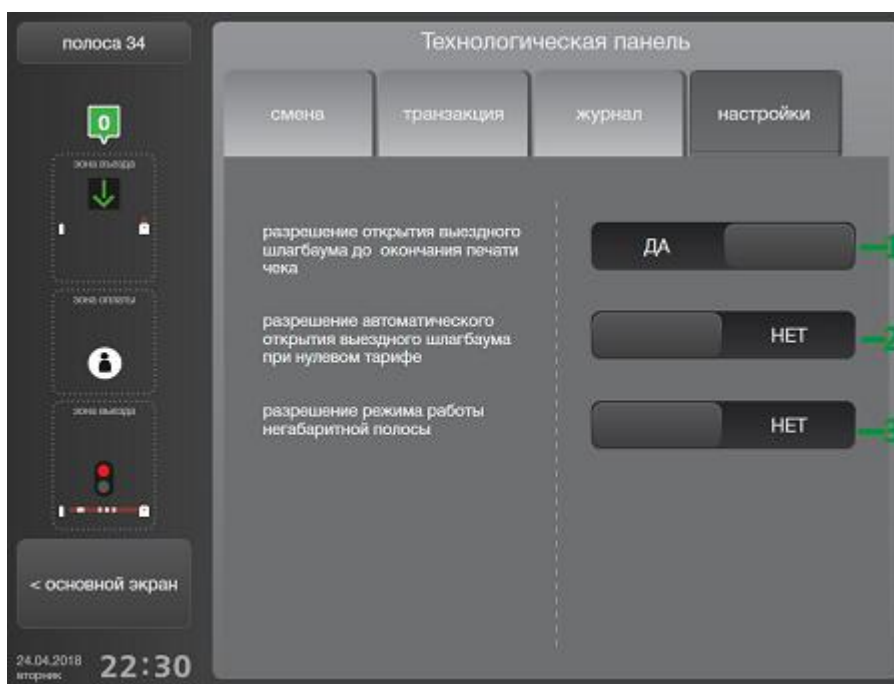

Рисунок 11. Технологическая панель, вкладка [настройки]
- г) Вкладка [**настройки**] (рис. 11) позволяет выполнить настройки АРМ (см. п. 8).
- г) **Вкладка [настройки]** основной зоны технологической панели (рис. 11) позволяет настроить поведение полосы в некоторых случаях (см. п. 8.1):